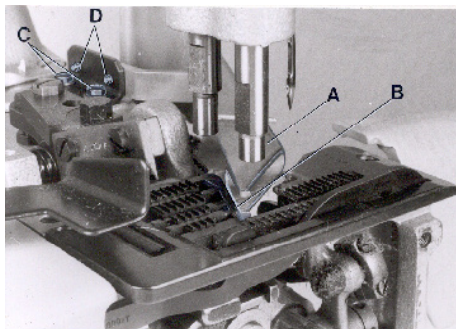

Fig. 24
The adhesive tape folder (A, Fig. 24) has to be assembled so, that it fits close to the bevelling of the cut-out in the throat plate (see Fig. 24). The inner lower edge of the folder mouth (B) must be flush with the top surface of throat plate, and set as far to the left in the throat plate cut-out so the adhesive tape will fully cover the closed bag opening. The folder bracket and the folder can be set accordingly after loosening screws (C and D, Fig. 24) Retighten screws.
Der Klebeband-Einfassapparat (A, Fig. 24) muß so montiert sein, daß er satt an der Schräge des Ausschnitts in der Stichplatte anliegt (siehe Fig. 24). Die innere untere Kante des Apparate-Mundstücks (B) muß mit der Stichplattenoberfläche eben sein und soweit nach links in den Stichplattenausschnitt gestellt werden, daß das Klebeband die zugenähte Sacköffnung voll umschließt. Der Apparathalter und der Apparat können nach Lösen der Schrauben (C und D, Fig. 24) entsprechend eingestellt werden. Ziehen Sie die Schrauben wieder an.